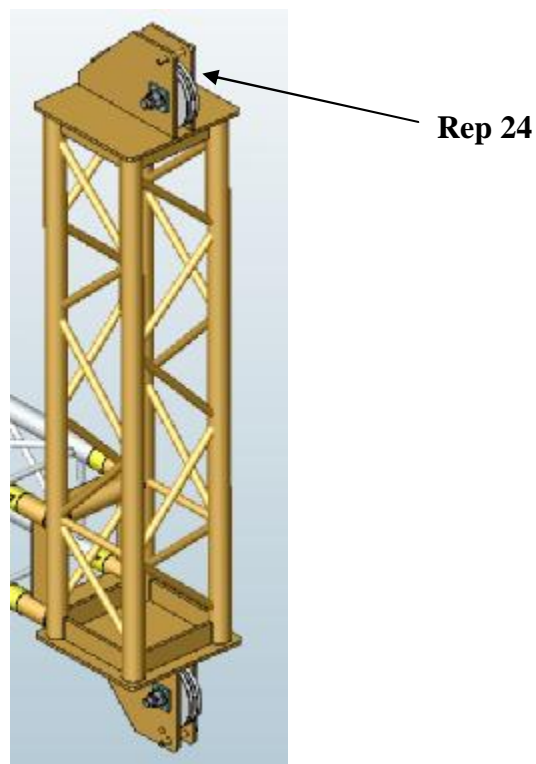

fig.12
d) Placer les boulons de maintien du câble (ou de la chaîne) (rep 24) dans les trous les plus proches des poulies (fig.12)